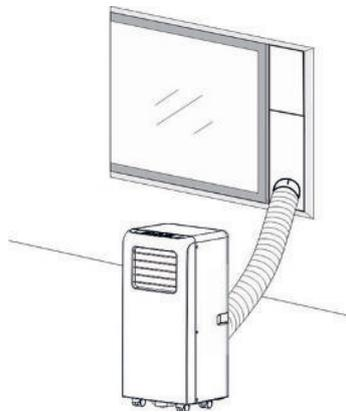
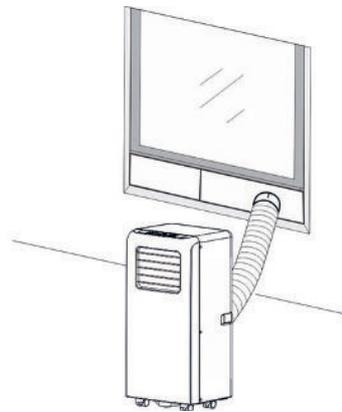

Fig.2
Fig.2a
- 2) Instale el tubo de evacuación como se muestra en las Fig.2 y Fig.2a y ajuste bien la posición de la ventana.